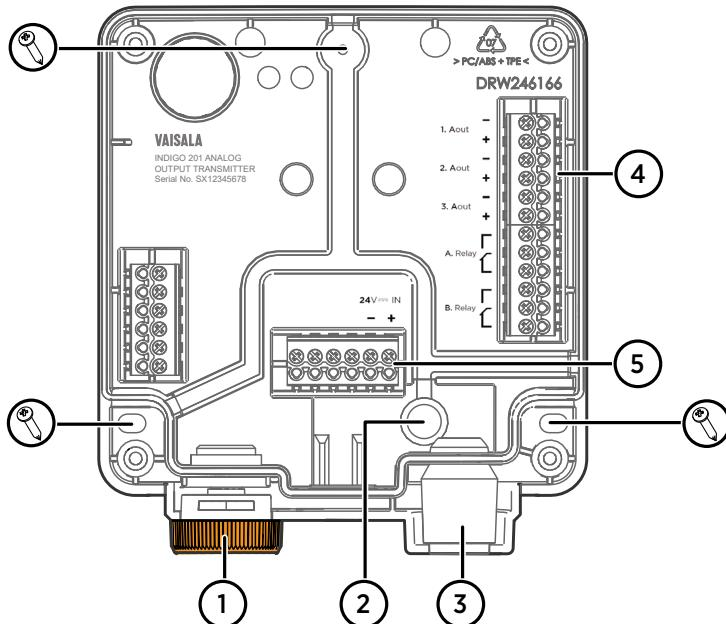

図 17 Indigo 201変換器基板の主要部品とネジの位置
- 5. 変換器基盤を取り付け面に配置し、3本のネジで基板を設置します。図 17（ページ 43）に示されたネジの位置を参照してください。